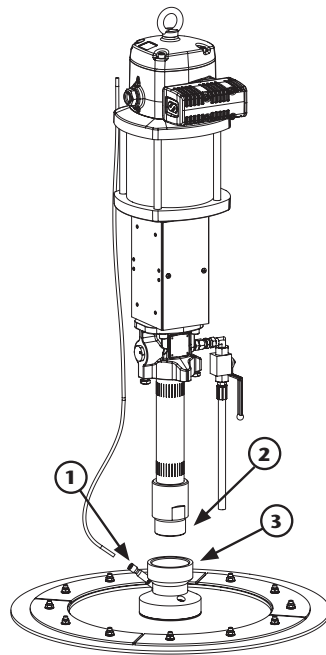
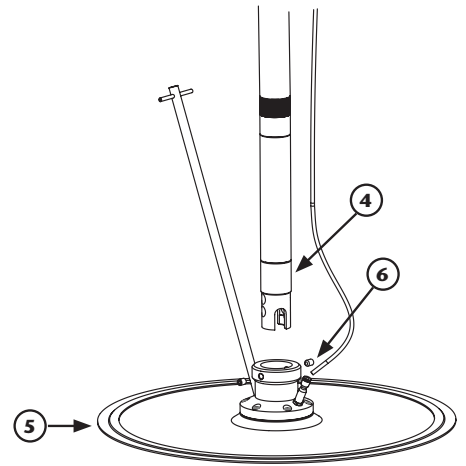
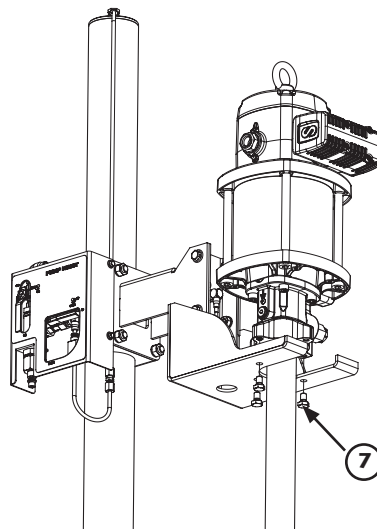
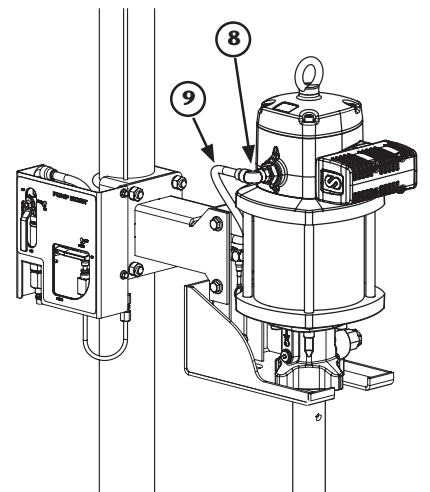

Fig. 3
Fig. 4
Fig. 5
Fig. 6
1. Se a já possuir o compactador para a propulsora (854208) (fig. 3): aplicar a cinta de teflon na rosca de entrada do fluido na propulsora (2) e rosquear ao compactador (3).
Se a propulsora tem compactador (741709, 741710) (fig. 4). Fixe a propulsora a o compactador com os parafusos (fig. 5).
2. Fixar a propulsora ao suporte do elevador com os três parafusos (7) (fig. 5). Parafusar o cotovelo (8) na alimentação de ar da propulsora e conectar ao tubo de 12 mm (9) (fig. 6). Caso o equipamento esteja acompanhado do compactador, conectar o tubo de 6 mm na válvula de retorno (1) (fig. 3).